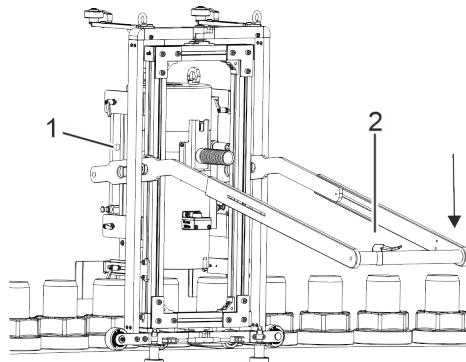

Abb. 29: Spannzylinder anheben
- ⇒ Die Arretierbolzen (Abb. 29/1) an den Seiten der Hebevorrichtung rasten ein, sobald die vorgegebene Höhe für den Transport erreicht ist.
4. ➤ Hebelgriff (Abb. 29/2) betätigen, um die Arretierbolzen zu lösen. Dazu den Hebel nach oben drücken und so den Spannzylinder oder das Verschraubungsgerät auf die Schraubverbindung absenken.